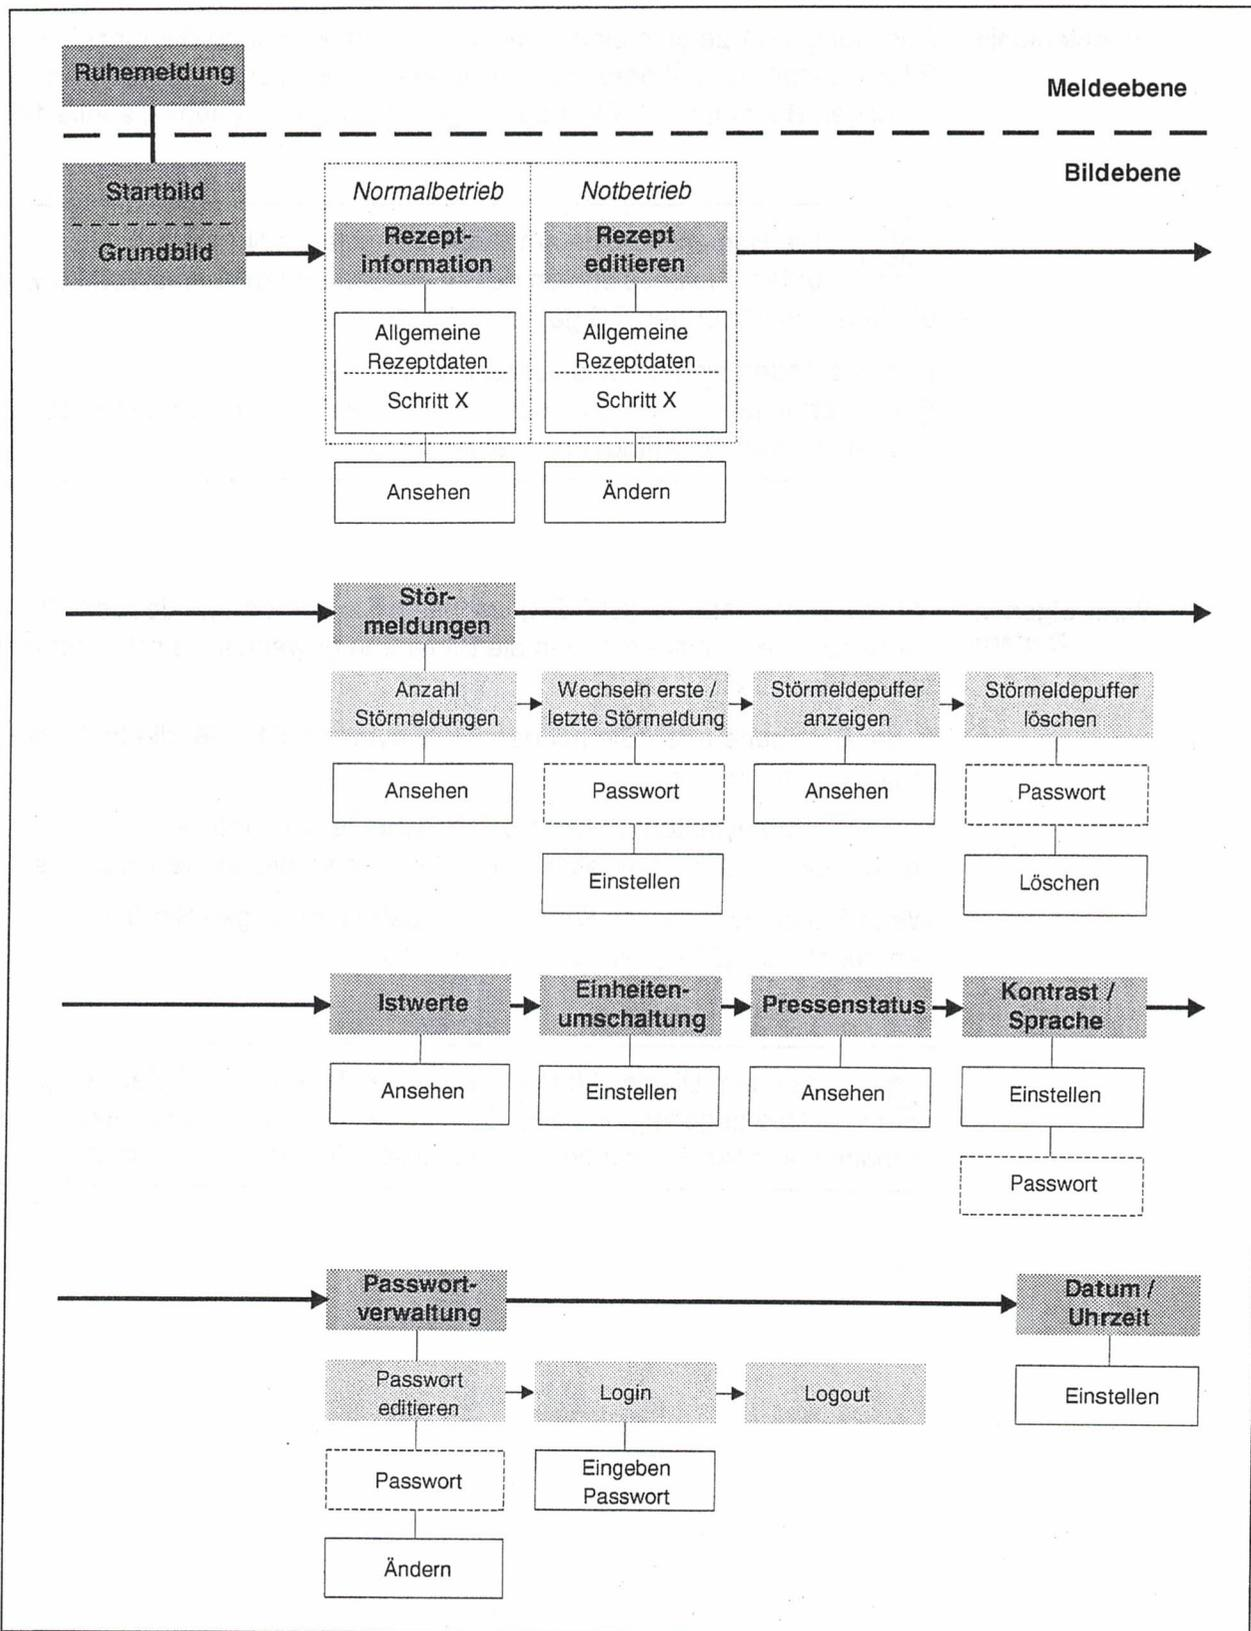

Abbildung 1-11 Bildhierarchie: Übersicht
**Bildhierarchie** Abbildung 1-11 zeigt in einer Übersicht die Verknüpfung der einzelnen Bilder. Detailinformationen zu Funktionen und Bedienung der für Sie wichtigen Bilder finden Sie in den folgenden Kapiteln (siehe Tabelle 1-6).